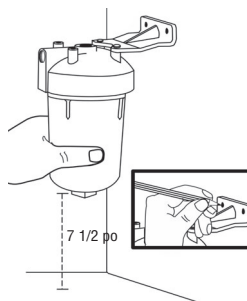

Figure 1
1. Positionner le filtre en le tenant contre le côté de l'armoire sous l'évier. Laisser un espace libre d'au moins 19 cm (7 1/2 po) sous le filtre pour permettre d'installer la cartouche filtrante. Déterminer l'endroit où seront installés le filtre et le raccordement à l'arrivée d'eau. Fixer le support de fixation aux endroits prévus à cette fin sur la tête du filtre à l'aide des vis autotaraudeuses. (Figure 1)